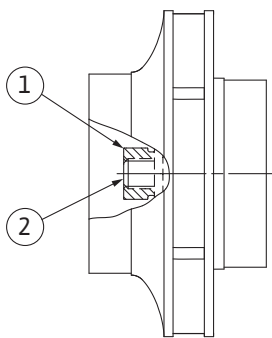

Fig. 106: Juoksupyörän mutterin oikea asento asennuksen jälkeen
8. Pidä kiinni akselista kiintoavaimella (avainväli 22 mm) ja kiristä juoksupyörän mutteri määritetyllä kiristysmomentilla (katso taulukko "Kiristysmomentit" [► 145]). Mutterin (Fig. 106, pos. 1) pitää olla suunnilleen samassa tasossa akselin pään (Fig. 106, pos. 2) kanssa, $\pm 0,5$ mm. Jos näin ei ole, irrota mutteri ja toista käsittelyvaiheet 4–8.
9. Ota kiintoavain pois ja asenna suojalevy (Fig. I, pos. 27) takaisin.